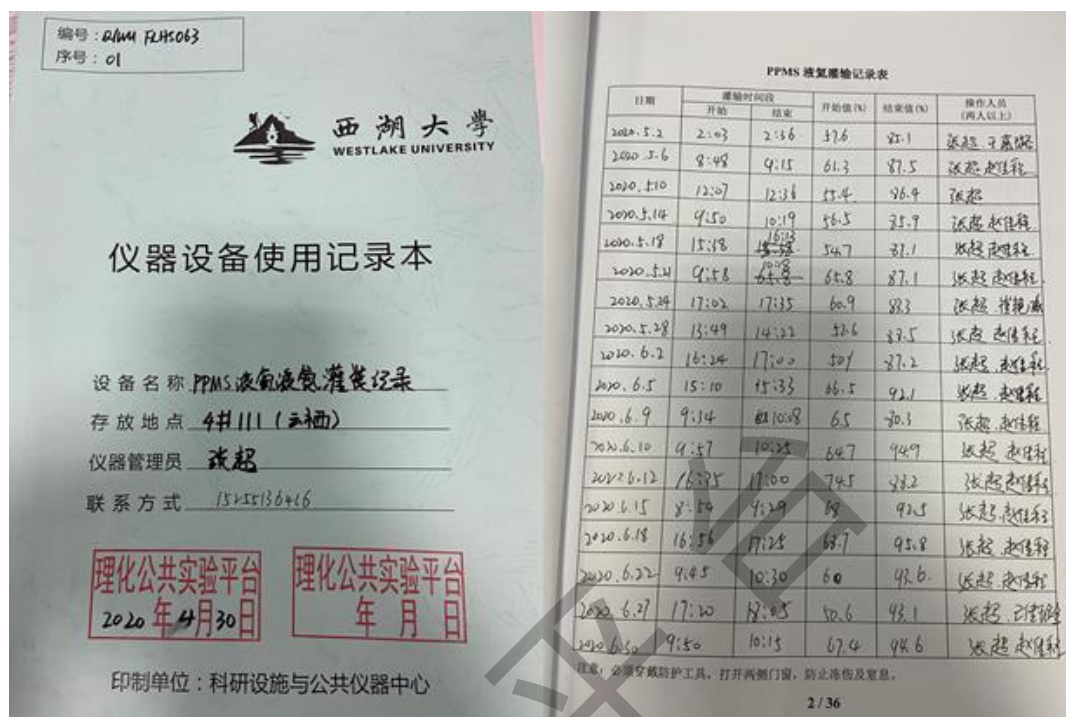

图 6.3 PPMS 液氦/液氮灌装记录本
- 14) 将输液管放回原处，将回收管路旁路阀门关闭（如图 6.2 中 9 所示）；若 PPMS 上有结冰，用吹风机加热，用毛巾擦干；将输液氮的信息记录在“PPMS 液氮/液氮灌装记录本”上（如图 6.3 所示）；将 PPMS MultiVu 软件中的 Helium Fill Status 关闭；将转运 dewar 运至液氮回收系统房间，并连接回收管路，将增压/排气阀门打开 1/3。
- 4) 在记录本上如实记录相关信息（如图 6.3 所示）；